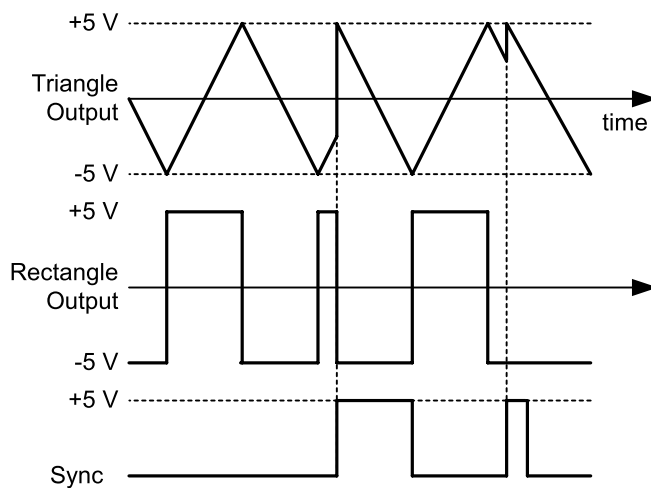

Abb. 9.4.2 LFO-Synchronisation
Die Rückwandbuchse „**SYNC**“ (6)(TIP) stellt einen Synchronisationseingang für den LFO dar, dessen Wirkungsweise in der Abb. 9.4.2 veranschaulicht wird.